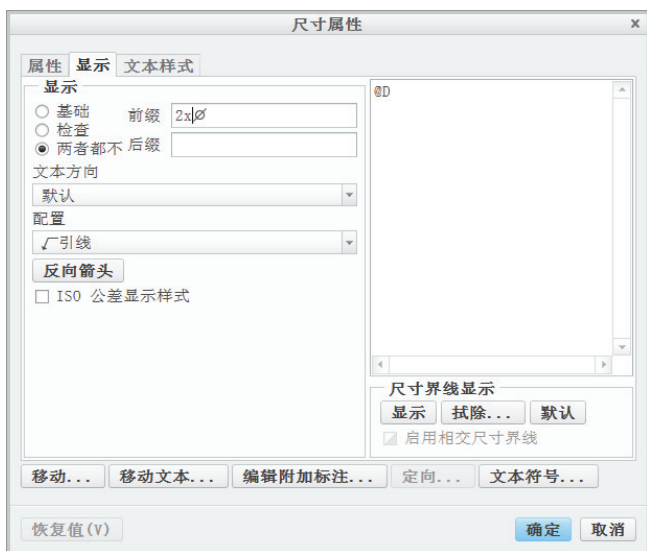

图 11-121 输入前缀
2) 系统弹出“尺寸属性”对话框, 切换到“显示”选项卡, 在“前缀”文本框中的现有字符前输入“ $2\times$ ”, 如图 11-121 所示。